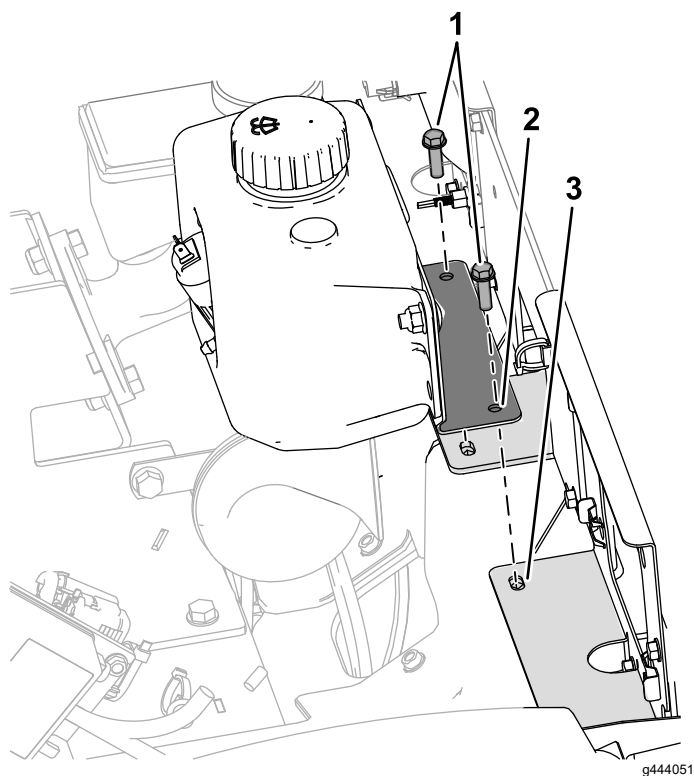

Рисунок 37
4. Совместите отверстия в кронштейне бачка омывателя с отверстиями в нижней опоре фары (Рисунок 37).
5. Установите опорный кронштейн бачка на нижнюю опору фары с помощью 2 болтов с шестигранной головкой с буртиком (1/4 x 7/8 дюйма), которые были сняты на шаге 3 (Рисунок 37).